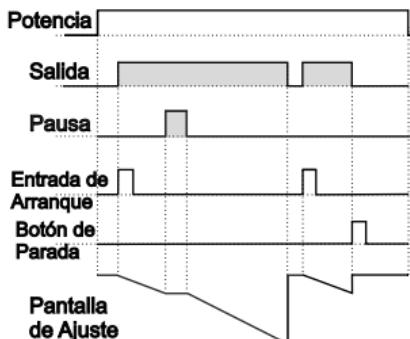

Figura 1.1
1.1.1 Si Conteo Descendente **dEct** = 1 y **butF** es **o-n**, el diagrama de control se muestra la figura 1.1.